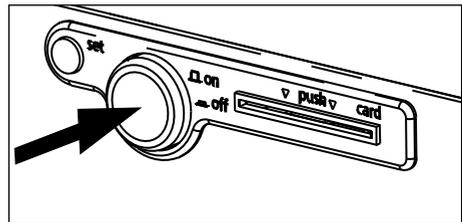

Fig. 21 Desconexión de incubador refrigerado
1. Desconectar el equipo: para ello, presione el interruptor principal del panel de mandos de modo que quede encajado en el equipo (Fig. 21).